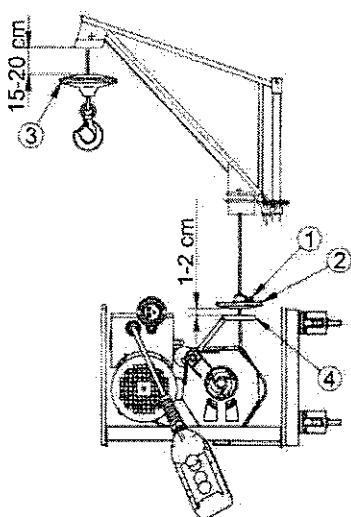

FIG.5.1
5.1 REGOLAZIONE BATTUTA FINECORSÀ FIG. 5.1